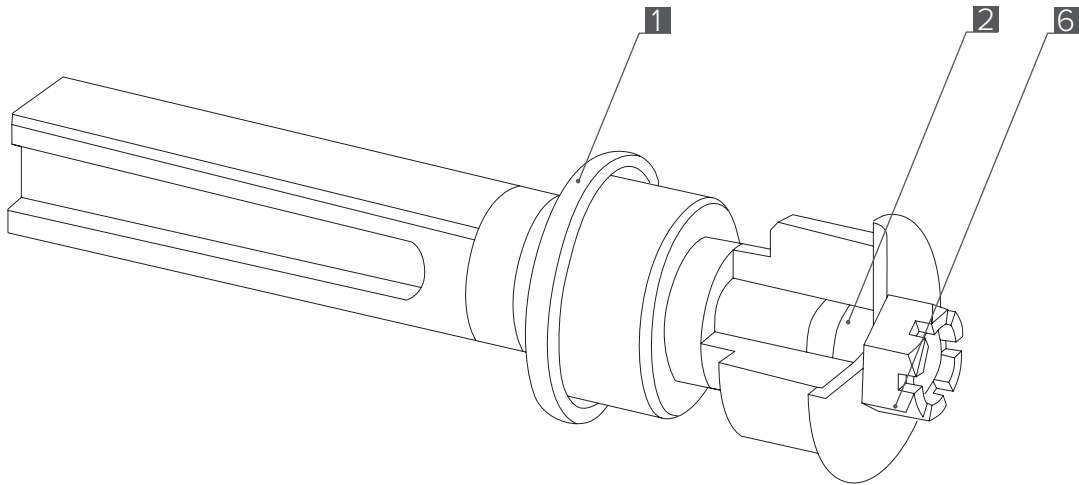

Рис. 1
В комплект для смещения переднего моста входят (см. Рис. 1):
1. Осуществите сборку комплекта для смещения переднего моста на 10 мм согласно схеме, приведенной на **Рис. 1**.